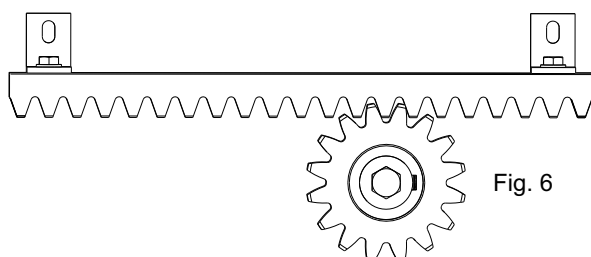

Fig. 6
5.3. apoyar el elemento de cremallera al piñon dentado del motoreductor en modo que resulte paralela la guia a nivel del suelo de la cancela y posicionandolo como en Fig. 6 ejecutar los agujeros en correspondencia de los agujeros de los soportes a L en la parte alta del ojal y fijar la hoja con lostornillos en dotación.